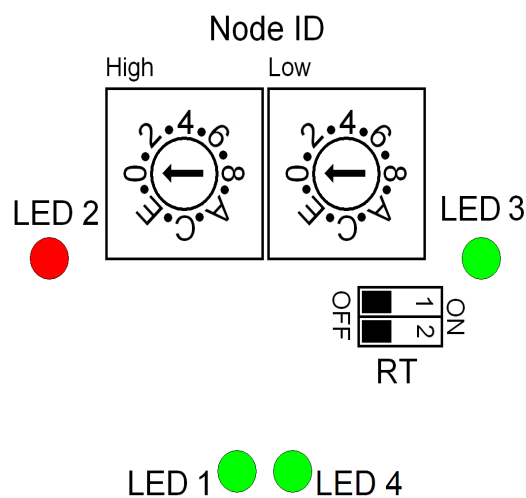

Figura 3 - Selettori e led di diagnostica
4.3 Selettori e indicatori LED (Figura 3)
4.3.1 Indicatori LED (Figura 3)
4.3.2 Indirizzo nodo: Node ID (Figura 3)
4.3.3 Resistenza di terminazione RT (Figura 3)